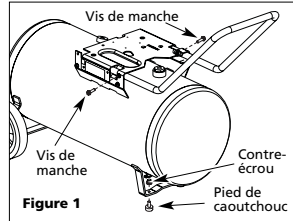

Figure 1
2. Introduire le manche à travers le couvercle de protection et dans la plaque de base tel qu'indiqué sur la Figure 1. Le manche doit s'ajuster dans les ouvertures spéciales dans la plaque de base.
Insérer les poteaux filetés des pieds de caoutchouc dans les trous de la fixation avant. Bien resserrer avec des écrous de serrage (Voir Figure 1).